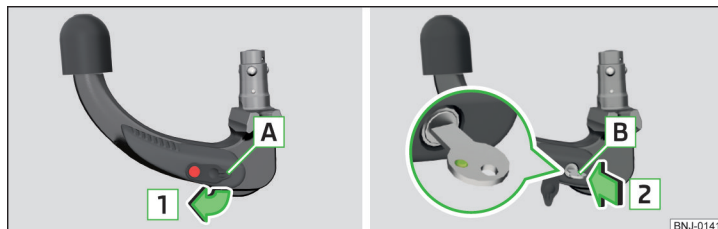

Fig. 151 Retire la tapa de la cerradura/introduzca la llave en la cerradura
- Extraiga la tapa **A** de la cerradura en el sentido de la flecha **1** » **fig. 151**.